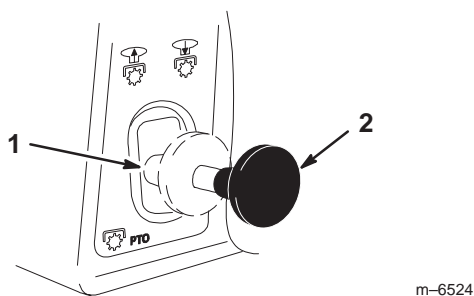

Figure 19
2. Tirez la commande de prise de force (PDF) en position **engagée** (Fig. 19).
1. Poussez la commande de prise de force (PDF) en position **désengagée** (Fig. 19).